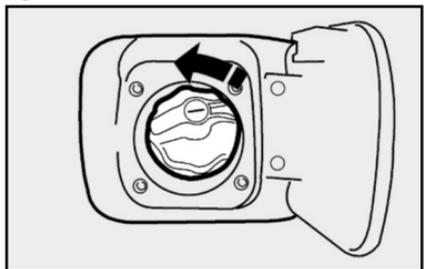

fig. 126
- Gire la llave en sentido antihorario y gire la tapa en el mismo sentido, hasta que esta se libere **fig. 126**.